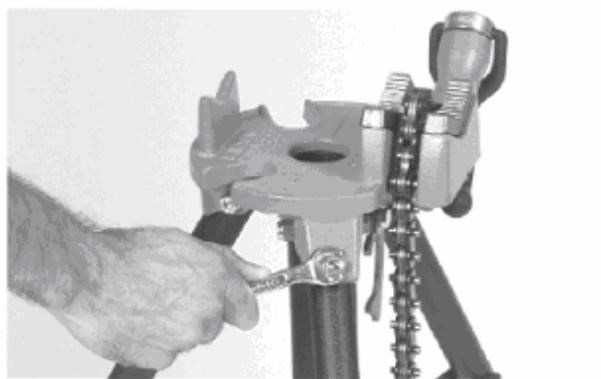

Рис. 2 Регулировка опор
- (A) Ослабьте гайку на ножке (Рис. 2).
- (B) Закрутите винт по часовой стрелке, с шагом 1/8 оборота, пока не достигнете необходимой силы зажима.
- (C) Затяните гайку.